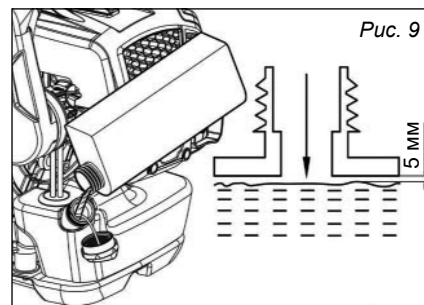

Рис. 9
- С помощью воронки налейте необходимое количество топливной смеси в бензобак. Не заправляйте бензобак полностью, оставляйте место для теплового расширения топлива. рекомендуется заправлять не более 80% от полного объема бака. (рис. 9).